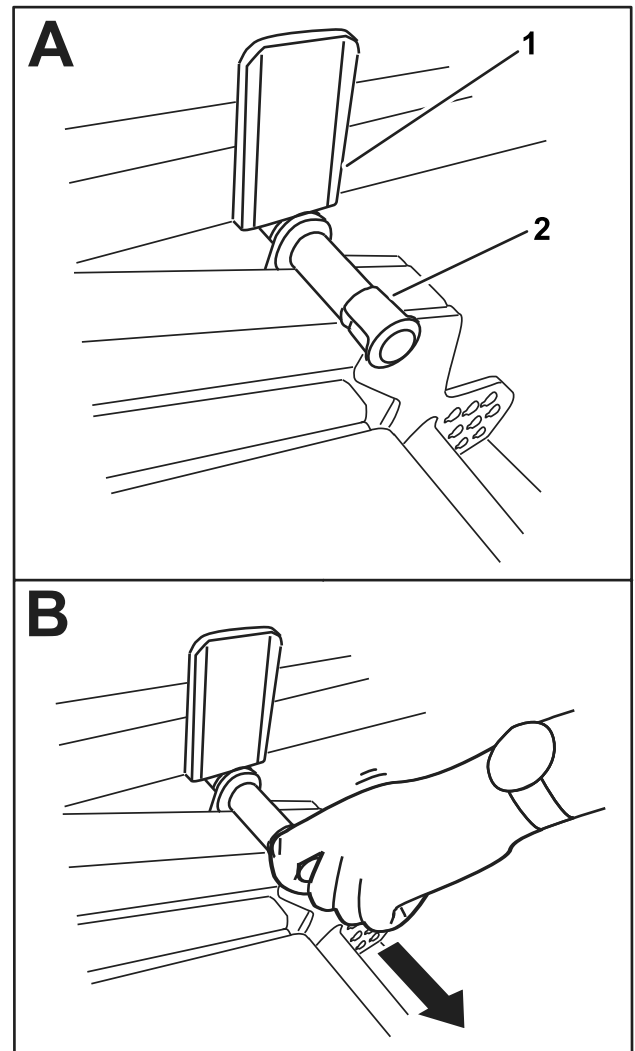

Bild 39
2. Drehen Sie das Mähwerk langsam nach unten, bis der Stift die Hubarmplatte berührt (A in Bild 39).
3. Drücken Sie das Mähwerk mit dem Fuß nach unten und ziehen Sie es dann den Stift heraus (B in Bild 39), um das Mähwerk in die TRANSPORTstellung zu bringen.